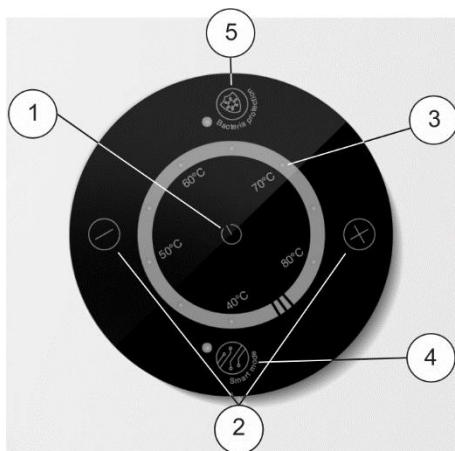

Fig. 2. Pannello di comando elettronico
L'accensione/spegnimento lo scaldacqua avviene tramite il pulsante del pannello di controllo “” (Fig. 2, pos.1).
Nel corso del funzionamento lo scaldacqua l'utente può regolare la temperatura di riscaldamento utilizzando il pulsante "+ / - " (Fig. 2, pos. 2). Si possono prendere come temperatura target i seguenti valori: 40°C, 50°C, 60°C, 70°C, 80°C (Fig. 2, pos. 3).
Utilizzando il pulsante smart mode "Smart" (Fig. 2, pos. 4) È possibile abilitare la modalità di funzionamento smart lo scaldacqua. In questa modalità di funzionamento lo scaldacqua può studiare e registrare le abitudini dell'utente nell'utilizzo di acqua calda e preparare l'acqua calda in anticipo per il prossimo ciclo dell'acqua (7 giorni in un ciclo). Quando gli utenti non hanno bisogno di acqua calda, può mantenere l'acqua al minimo temper-ature. In questo modo è possibile ottenere comfort e risparmio energet-ico. Questa modalità è utilizzata per coloro che utilizzano acqua calda su base regolare.
Premere il tasto "Bacteria protection" per attivare o disattivare la modalità batteriostatica dopo l'accensione (Fig. 2, pos. 5). Dopo aver attivato la modalità batteriostatica, l'indicatore luminoso batteriostatico è acceso. Sotto la modalità bac-teriostatica, lo scaldabagno è batteriostatico ogni 30 giorni. Batteriostasi: la spia della batteriostasi lampeggia, la temperatura impostata è fissata a 75°C e il sistema si trasforma in stato di conservazione del calore dopo il riscaldamento a 75°C. In questo momento, la batteriostasi termina dopo 30 minuti e la spia della batteriostasi si accende; Durante l'isolamento batteriostatico, quando la temperatura dell'acqua scende di 5°C, riscaldare a 75°C e mantenere il riscaldamento a 75°C.